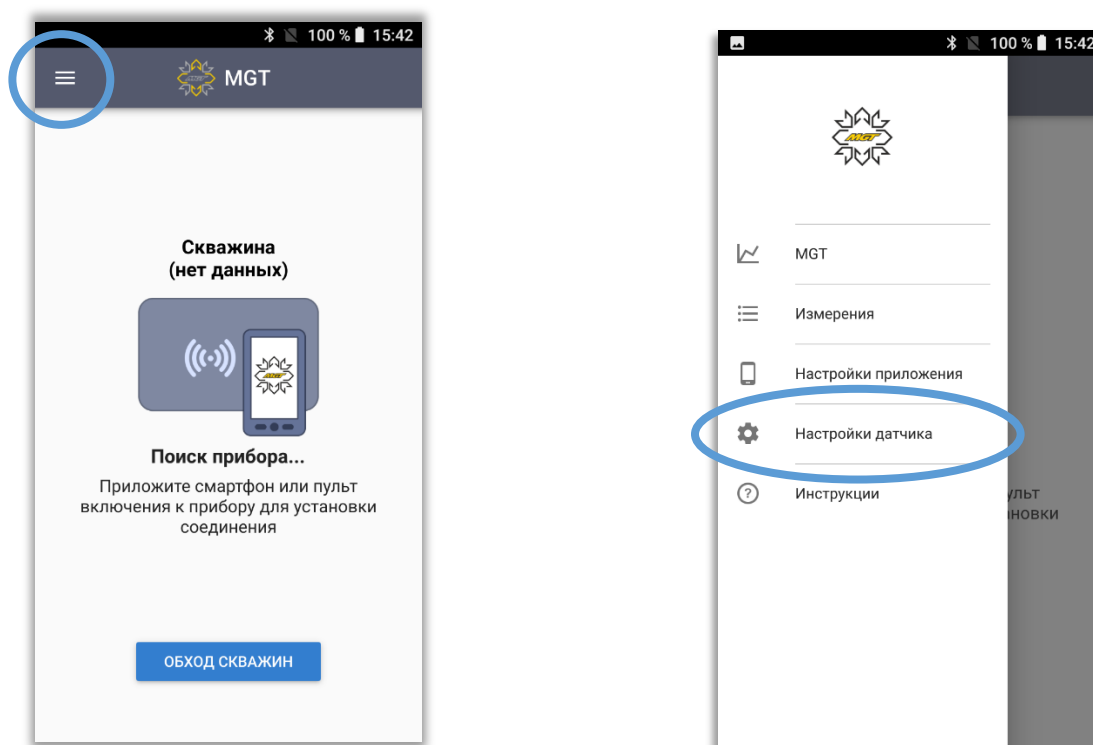

рис.10
- 3) В меню выберите «Настройки датчика» (рис.10)